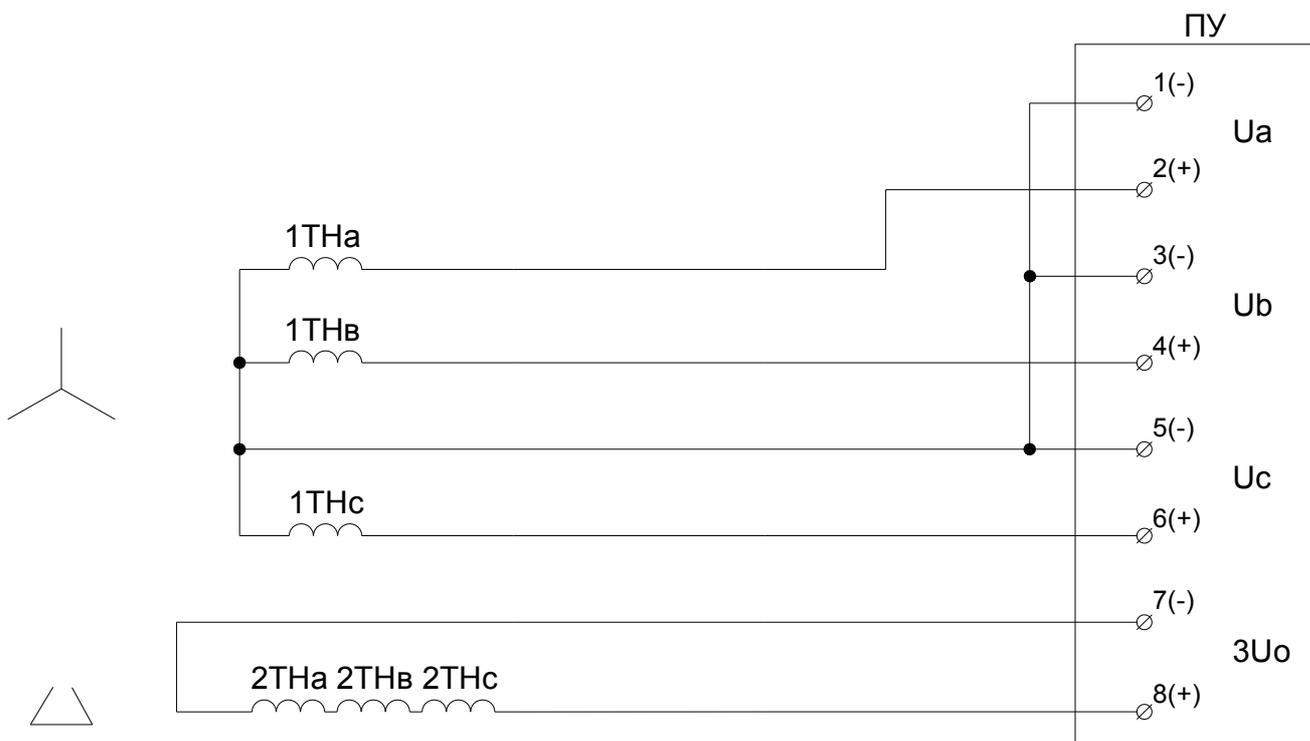

Рисунок 16 Схема подключение цепей напряжения переменного тока, вариант 1
5.4.5.9 Входы аналоговых сигналов для измерения напряжения переменного тока подключить в соответствии со схемой рисунок 16 или 17, в зависимости от схемы подключения звезда или треугольник